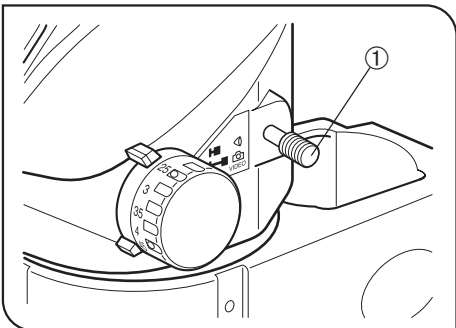

Abb. 11
(Abb. 11)
- ★ Den Strahlengangwahlschalter ① stets bis zu einer Anschlagposition verschieben.
- 1. Für Mikroskopie durch die Binokulare den Strahlengangwahlschalter ① bis zum Anschlag einschieben. (Abb. 11)
- 2. Für den Strahlengang zur Videokamera den Strahlengangwahlschalter ① bis zum Anschlag herausziehen. (Abb. 11)